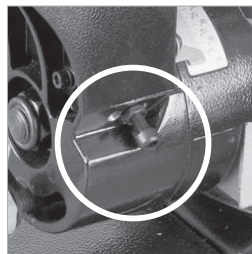

Fig. 18
- Utilice una llave hexagonal para apretar o soltar el tornillo de ajuste según proceda. **(Fig. 18)**